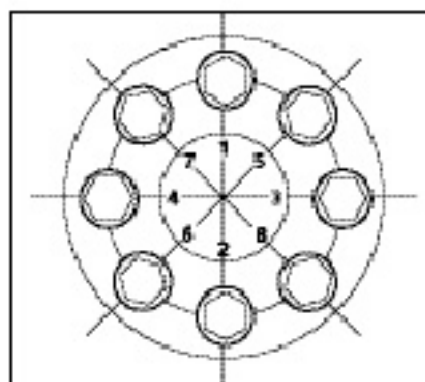

Figura 1. Secuencia de montaje
- Posicionar el sistema e iniciar el apriete de los tornillos en el orden indicado en la figura 1, hasta iniciar el contacto.
- Fijar el valor de apriete de la llave dinamométrica a la mitad del valor nominal y proceder en el orden indicado en la figura 1.